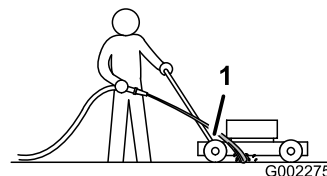

Figura 32
3. Sujete la manguera a la altura del manillar y dirija el agua para que fluya sobre el suelo justo por delante de la rueda trasera **derecha** (Figura 32).